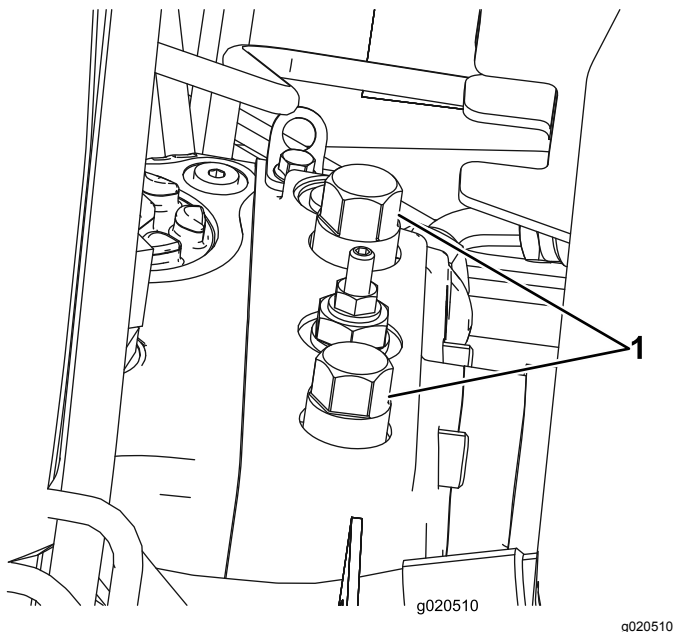

Figure 43
1. Ouvrez le capot et localisez les vannes de dérivation (Figure 43) au sommet de la pompe, derrière la batterie/les bacs de rangements.